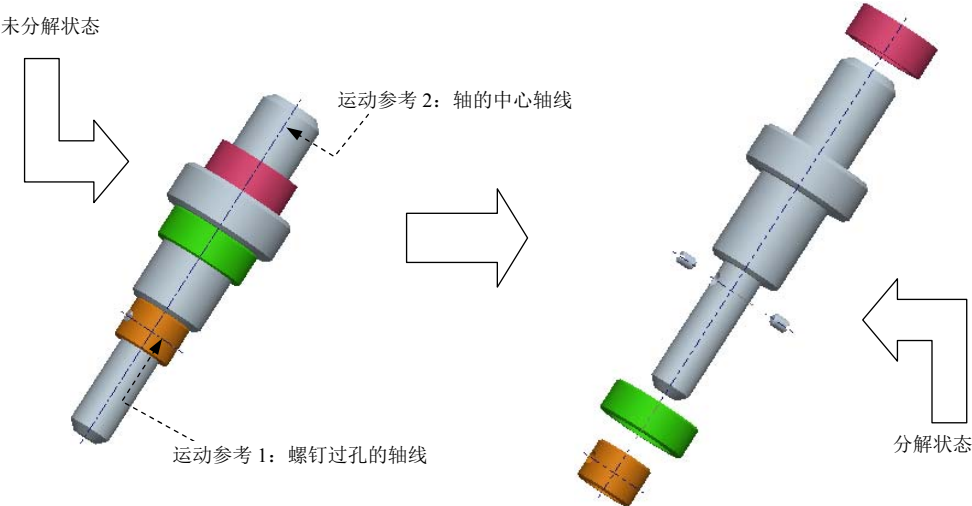

图 5.9.21 装配体的分解图
装配体的分解（Explode）状态也叫爆炸状态，就是将装配体中的各零部件沿着直线或坐标轴移动或旋转，使各个零件从装配体中分解出来，如图 5.9.21 所示。分解状态对于表达各元件的相对位置十分有帮助，因而常常用于表达装配体的装配过程、装配体的构成。
(1) 在“分解工具”操控板中单击“平移”按钮  (由于前面运动也是平移运动，可省略本步操作)，将原有的中心轴线移除 (在操控板中右击 ，然后选择  命令即可)。
(2) 选取图 5.9.21 中轴的中心轴线作为运动参考，轴上装配的轴套将沿该中心轴线平移。
(3) 单击操控板中的  按钮，然后取消选择  复选框。
(4) 分别选取 bush_1, bush_2, bush_3 进行移动操作。
(5) 完成以上分解移动后，单击“分解工具”对话框中的  按钮。